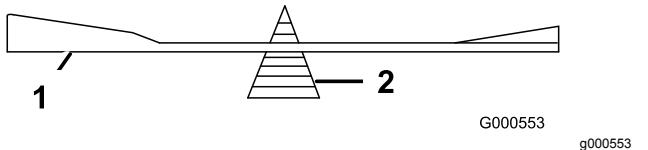

Bild 68
2. Prüfen Sie die Auswuchtung des Schnittmessers auf einer Ausgleichsmaschine (Bild 68).